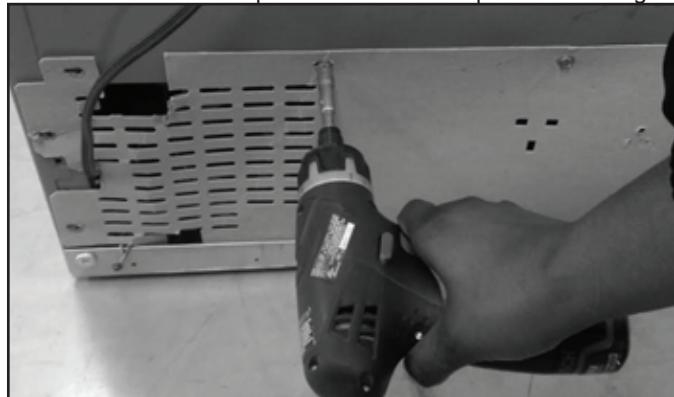

FIGURA 1
2. Con una llave de tuercas de  $\frac{1}{4}$ " (6,4 mm) retire los tornillos de la cubierta del compartimento de la máquina. Vea la Figura 1.